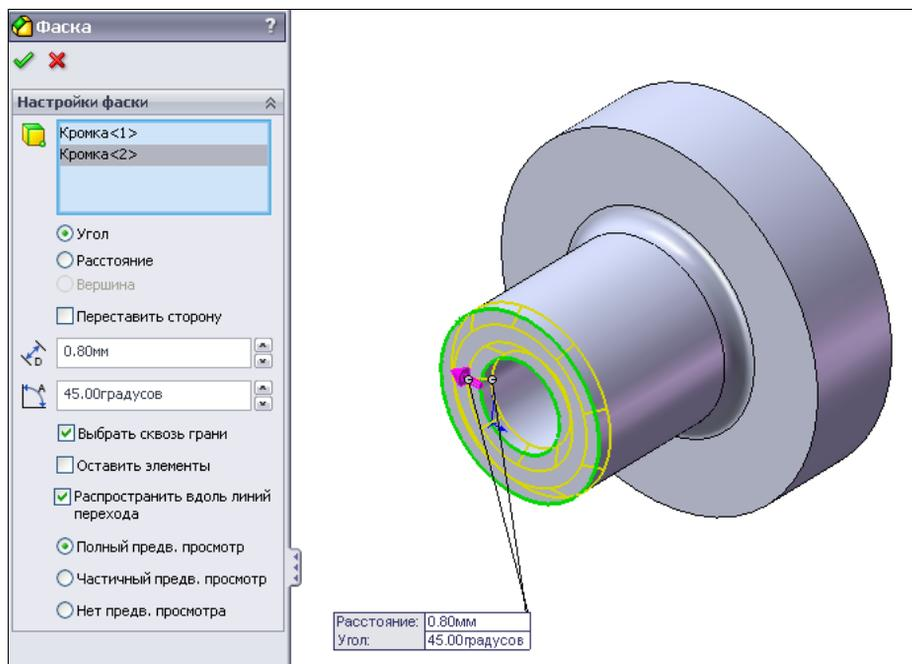

Рис. 2.127
13. Оформим фаски на двух кромках кнопки, для чего активизируем команду  — **Фаска**. Размер фасок $0,8 \times 45^\circ$ (рис. 2.127).